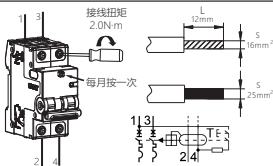

图5 NB5L-40M接线方式
5.4 适用于铜导线连接，导线选择见表2，接线方式及剥线长度示意如下图5